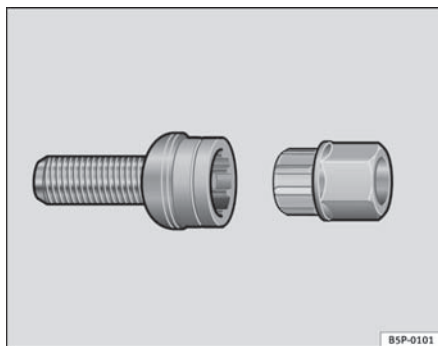

Fig. 177 Viti antifurto
- Innestare l'adattatore nella vite antifurto, spingendolo fino in fondo ⇒ fig. 177.